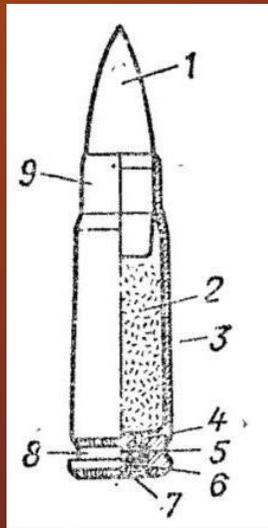

Рис. 41.
26. Боевой патрон (рис. 41) состоит из пули, гильзы, порохового заряда и капсюля.